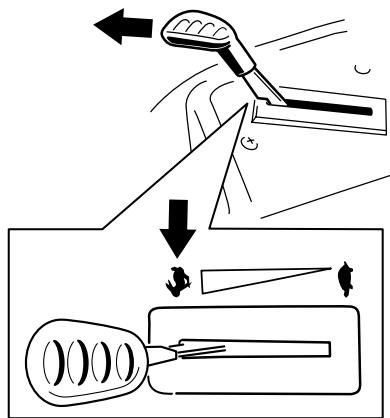

Figura 26
**Nota:** Inserite sempre le lame con l'acceleratore in posizione MASSIMA (Figura 26).